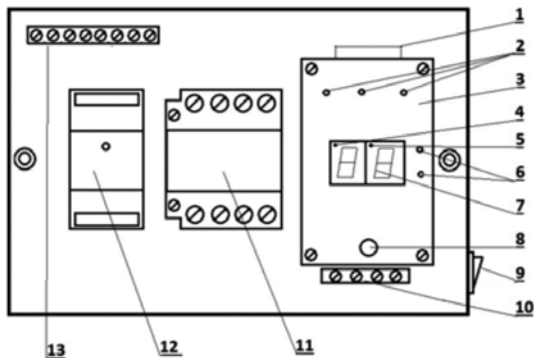

Рис. 1. Органы управления и индикации регулятора температуры «Навигатор»
Цифровой регулятор температуры «Навигатор» состоит из корпуса (Рис.1), электронного блока (3) с подсоединенными датчиками температуры (красный — подающей трубы и синий обратной трубы); индикаторов работы ступеней нагрева (2); индикатора включения циркуляционного насоса (4); индикатора включения внешнего регулятора комнатной температуры (5); индикаторов канала обратки (синий) и подачи (красный) (6); индикатора температуры (7); ручки управления (8); выключателя (9); переходной колодки (10) подключения циркуляционного насоса и подачи питания блока управления 220 В; реле-контактора 11 (в варианте исполнения Н2 два контактора, в варианте исполнения Н3 — три контактора); контроллера тока 12 (для варианта НКТ); нулевой шины 13.
Снять ручку управления 8 (рис.1), открутить два винта и снять крышку блока Навигатор, проложить подводящие кабели согласно схем подключения.